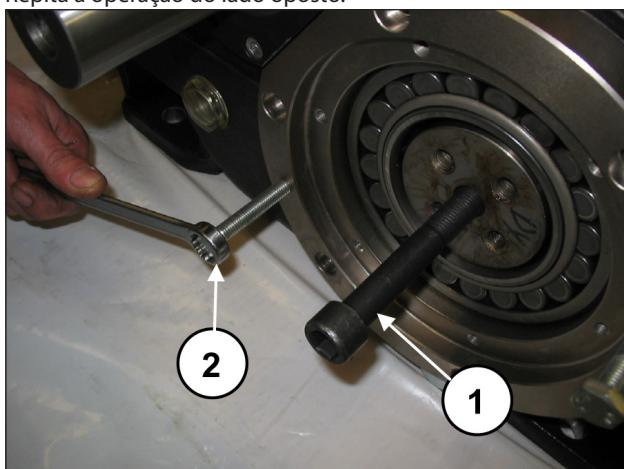
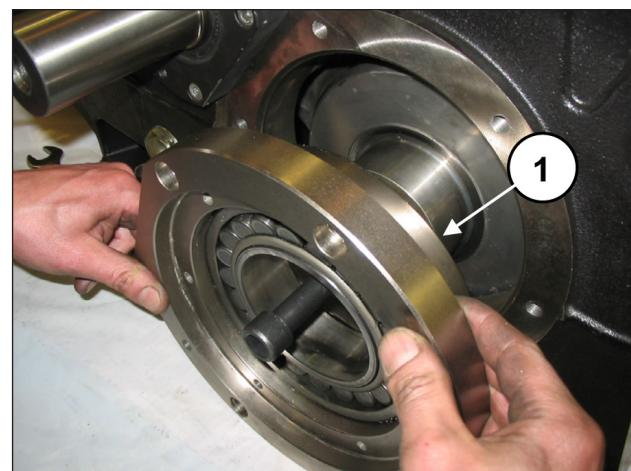

Fig. 23
Fig. 24
Aplique um pino rosqueado M16 em uma extremidade do eixo de manivela (pos. ①, Fig. 23) e, mantendo-o elevado, extraia a cobertura do porta-rolamento completo do rolamento e anel circular (pos. ①, Fig. 24). Para agilizar a desmontagem, use dois grãos ou parafusos M10 (pos. ②, Fig. 23), com a função de extractores.